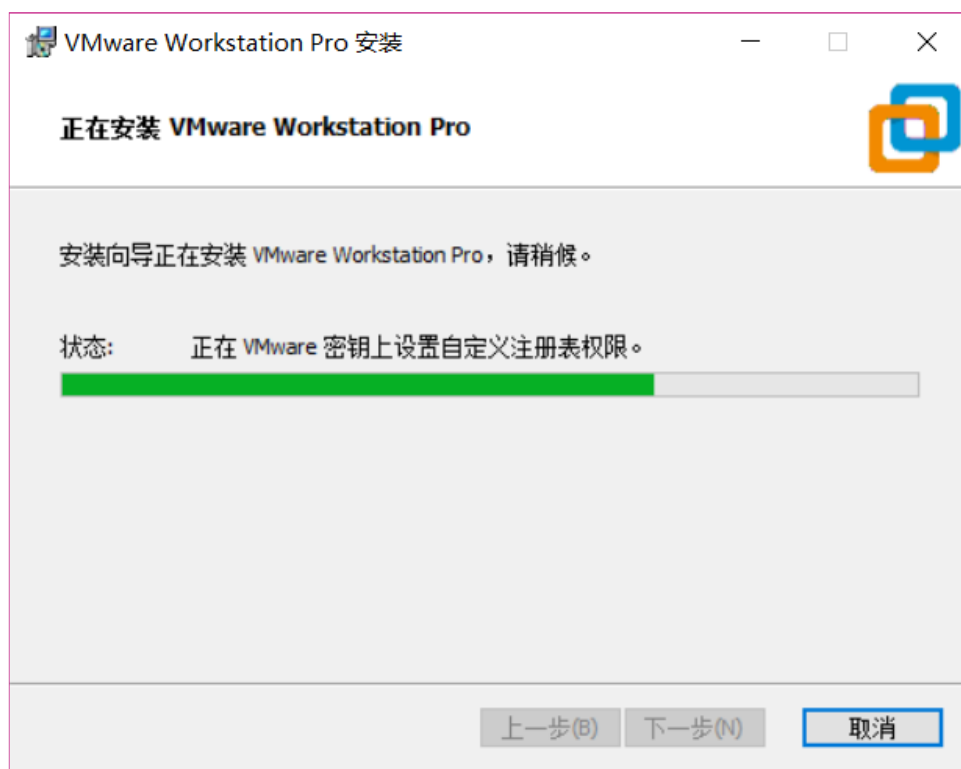

图 1-9 安装进行中
(10) 图 1-9 就是安装过程，耐心等待几分钟，等待安装完成，安装完成以后会有如图 1-10 所示提示：